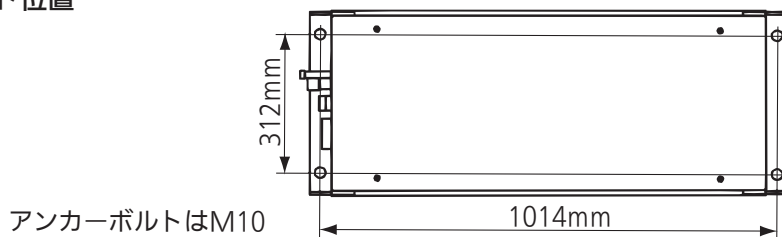

図1
- アンカーボルトはM10を使用してください。アンカーボルトは現地手配です。（図1）